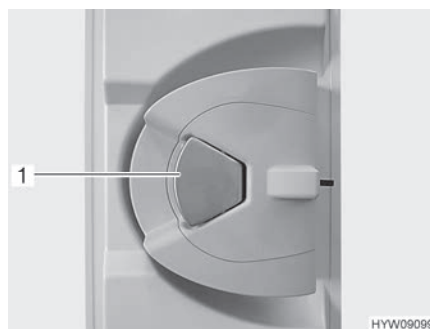

Bild 54 Türschloss (Eingangstür innen)
- Öffnen:** ■ Wenn das Türschloss verriegelt ist: Am Türgriff (Bild 54,1) einmal ziehen. Die Tür ist entriegelt.
- Am Türgriff (Bild 54,1) ziehen. Die Tür ist geöffnet.
- Verriegeln:** ■ Den Türgriff (Bild 54,1) drücken.